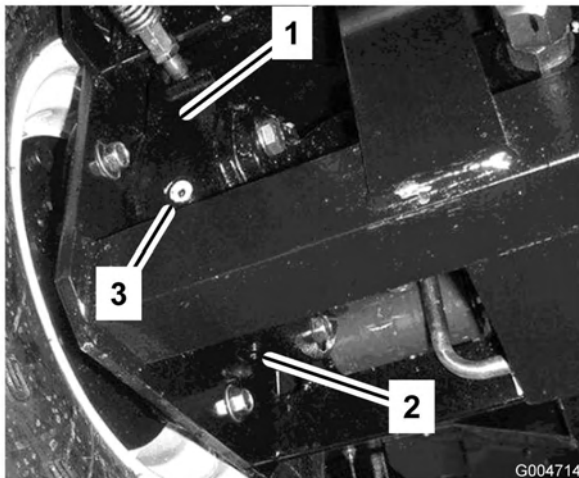

Figura 58
4. Coloque um recipiente de escoamento debaixo da caixa dos travões do lado oposto da roda (Figura 58).